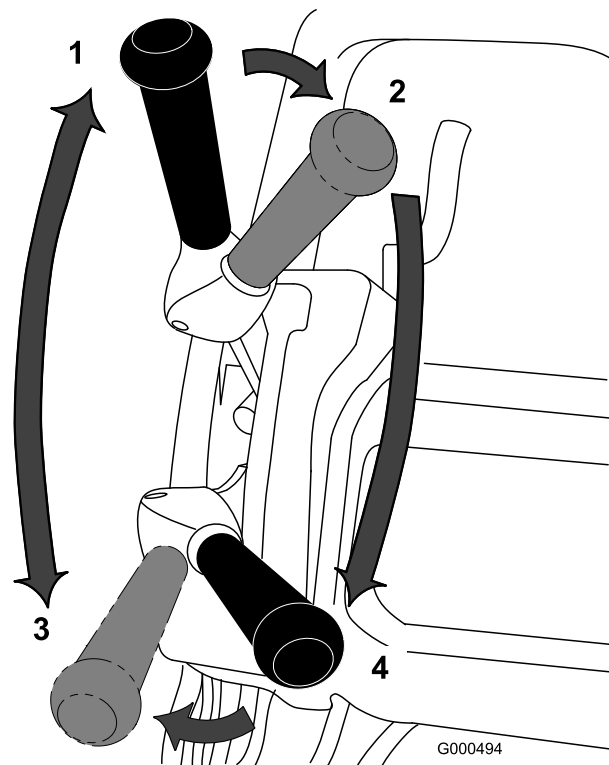

Figura 27
1. Avviate il motore, impostate l'acceleratore a bassa velocità, abbassate la stegola per sollevare l'apparato di taglio, premete il comando presenza dell'operatore, spostate la leva della trazione in posizione di innesto e trasportate il tosaerba sul bordo del green (Figura 27).
2. Spostate la leva della trazione in posizione di disinnesto, ed innestate la leva di trasmissione del cilindro (Figura 27).
3. Portate la leva della trazione in posizione di innesto, e aumentate la velocità dell'acceleratore finché il tosaerba non si sposta alla velocità opportuna. Portate il tosaerba sul green, abbassate la parte anteriore del tosaerba ed iniziate a tosare (Figura 27).